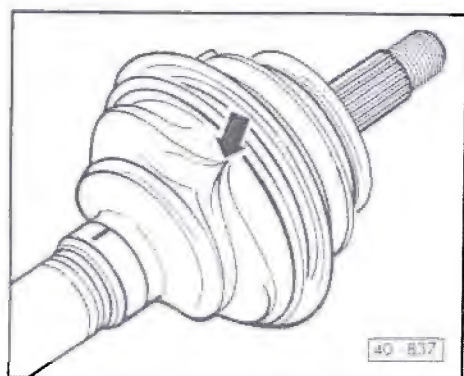

Fig. 8 Manchette d'articulation : ventilation
- ♦ Tendre => fig. 8 et 9
- ♦ Avant de tendre le petit collier de serrage, ventiler la manchette d'articulation pendant un court instant pour que la pression s'équilibre => fig. 8